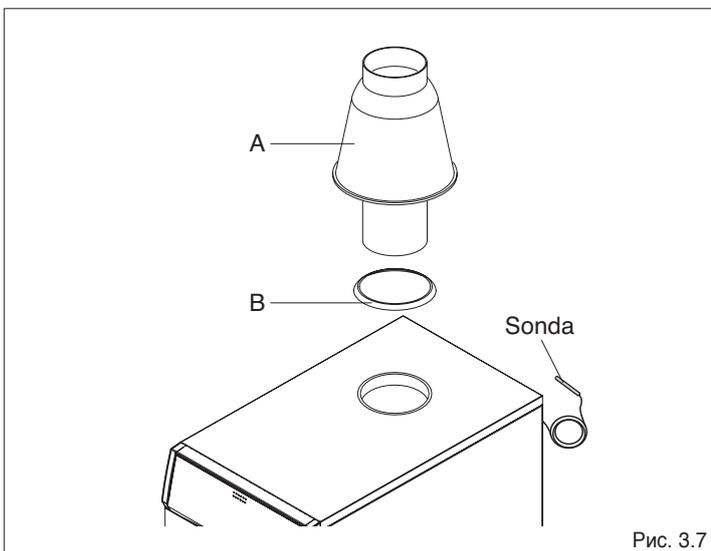
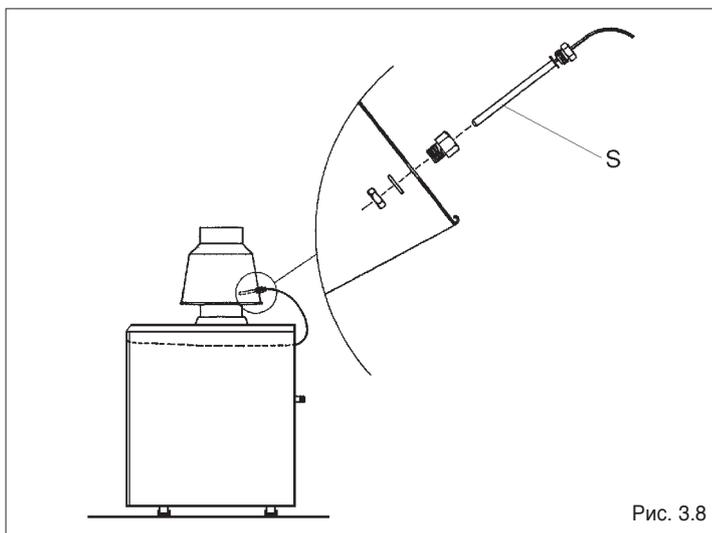

Рис. 3.7
Рис. 3.8
- установить кольцо (B) на патрубок дымовых газов котла (Рис. 3.7);
- установить антирефлулер (A) в кольцо (B);
- установить датчик (S) термостата дымовых газов в отверстие в стенке антирефулера и зафиксировать его гайкой (Рис. 3.8).